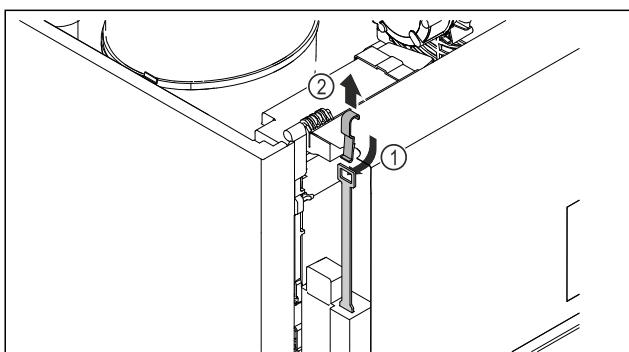

Fig. 211
- ▶ Ključ za sigurnosno deblokiranje Fig. 211 (1) umetnite odozgo, zakvačite ga za bravu i povucite prema gore Fig. 211 (2).